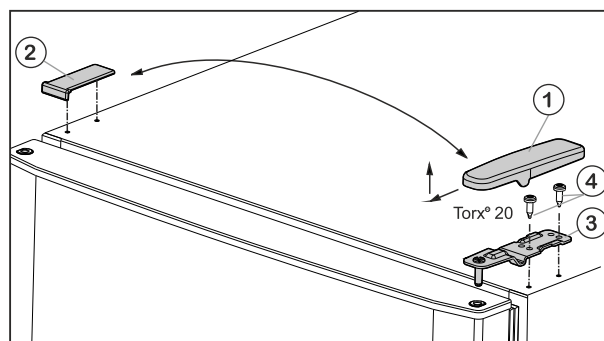

Fig. 5
- ▶ Tõmmake kate Fig. 5 (1) suunaga ette- ja ülespoole maha.
- ▶ Tõstke kate Fig. 5 (2) pealt ära.
- ▶ Kruvige ülemine laagritugi Fig. 5 (3) küljest ära (2 tk Torx® 20) Fig. 5 (4) ja tõmmake ülespoole maha.
- ▶ Pange ülemine laagritugi Fig. 5 (3) uuel šarniiriküljel ukse sisse.
- ▶ Kruvige ülemine laagripukk tugevasti (4 Nm) külge (2 korda Torx® 20) Fig. 5 (4). Kasutage vajaduse korral akutrelli.
- ▶ Pange kate Fig. 5 (1) vastasküljel väljastpoolt peale ja fikseerige.
- ▶ Pange kate Fig. 5 (2) vastasküljel ülaltpoolt peale ja fikseerige.